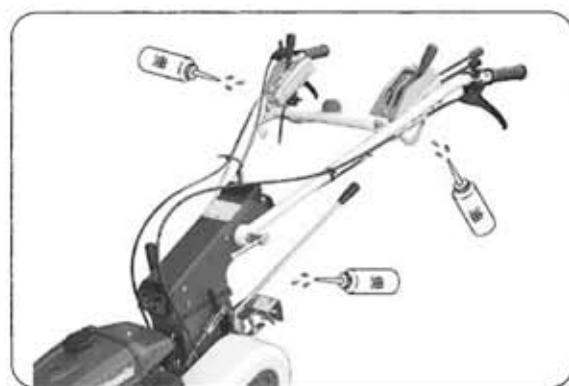

図7
- ⑦ すべてのワイヤやレバー等の支点や回動部に注油をして円滑に作動するようしてください。(図7)